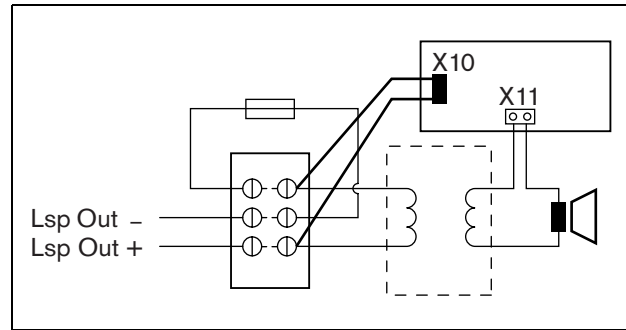

Abbildung 12.6: Lautsprecherüberwachungsanschluss
- Schließen Sie die Platine mit den freien Anschlüssen und den Faston-Anschlüssen am Lautsprecher an (siehe Abbildung 12.6).